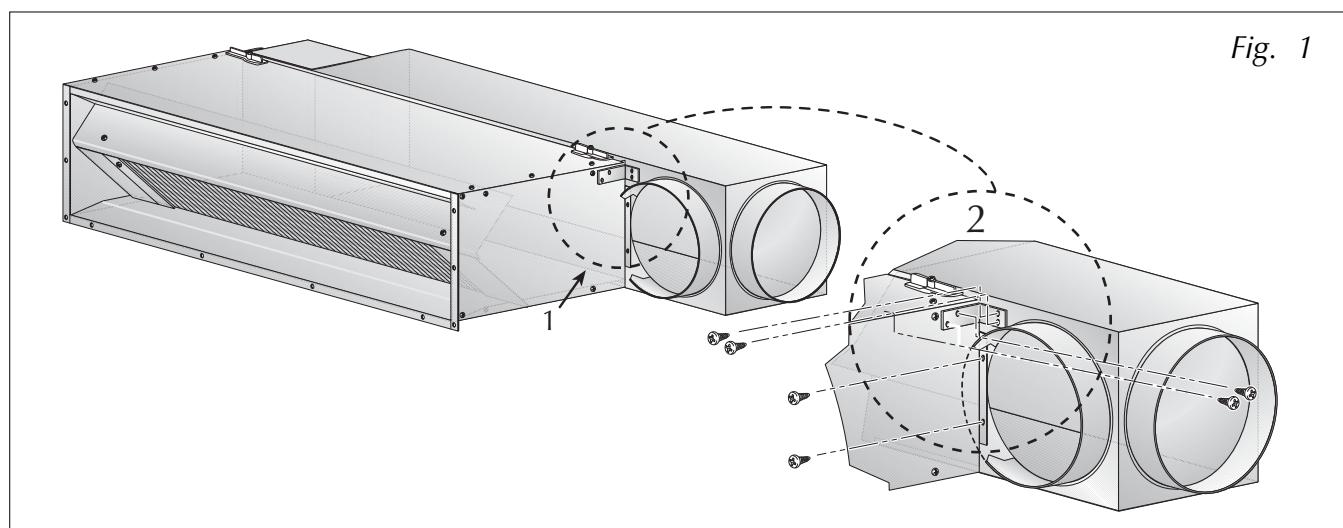

Fig. 1
- fare aderire la guarnizione al lato piegato inferiore del plenum (1 fig 1) per evitare by-pass d'aria nelle zone di accoppiamento con il filtro;
- fissare il plenum al ventilconvettore con le viti di fissaggio e la squadretta in dotazione (2 fig 1);
- ensure adhesion of the washer to the lower folded edge of the plenum (1 fig 1) to avoid air by-passes in the zones of coupling with the filter;
- fix the plenum to the ventilator/convector with the securing screws and bracket provided (2 fig 1);
- Faites adhérer le joint au côté courbé inférieur du plenum (1 fig. 1) pour éviter le passage d'air parmi les zones de contact avec le filtre ;
- Fixez le plenum au ventilo-convector avec les vis de fixation et l'équerre fournies (2 fig 1) ;
- Die Profildichtung an die untere gebogene Seite des Plenums anheften (1 Abb. 1), um die Umleitung der Luft in die Anschlussflächen mit dem Filter zu vermeiden;
- Das Plenum an den Gebläsekonvektor mit den Befestigungsschrauben und dem mitgelieferten Winkel befestigen (2 Abb. 1);